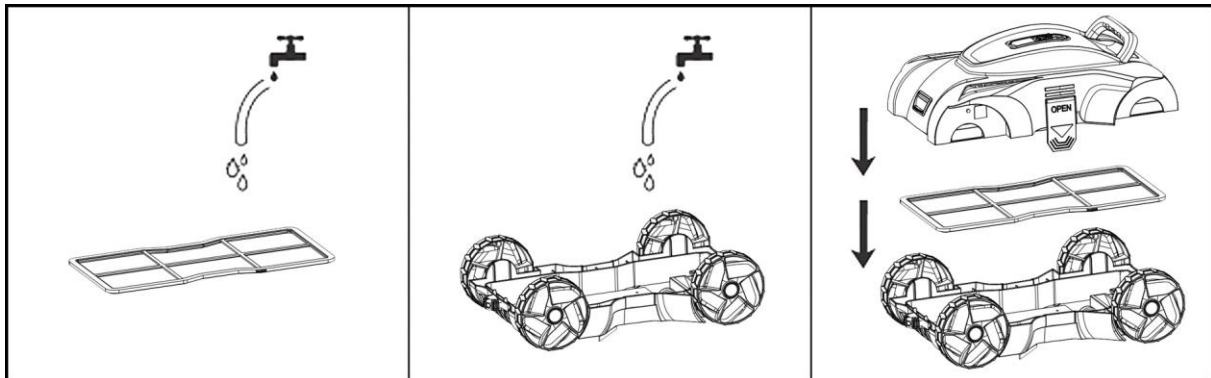

Abb. 6
- Entfernen Sie den gesamten Schmutz und Wasser aus dem Inneren des Geräts (Abb. 6).
- Montieren Sie das Gerät in der umgekehrten Reihenfolge, um es wieder einsatzbereit zu machen (Abb. 6). Achten Sie beim Zusammenbau auf die richtige Position des Filters und Motorkopfes.